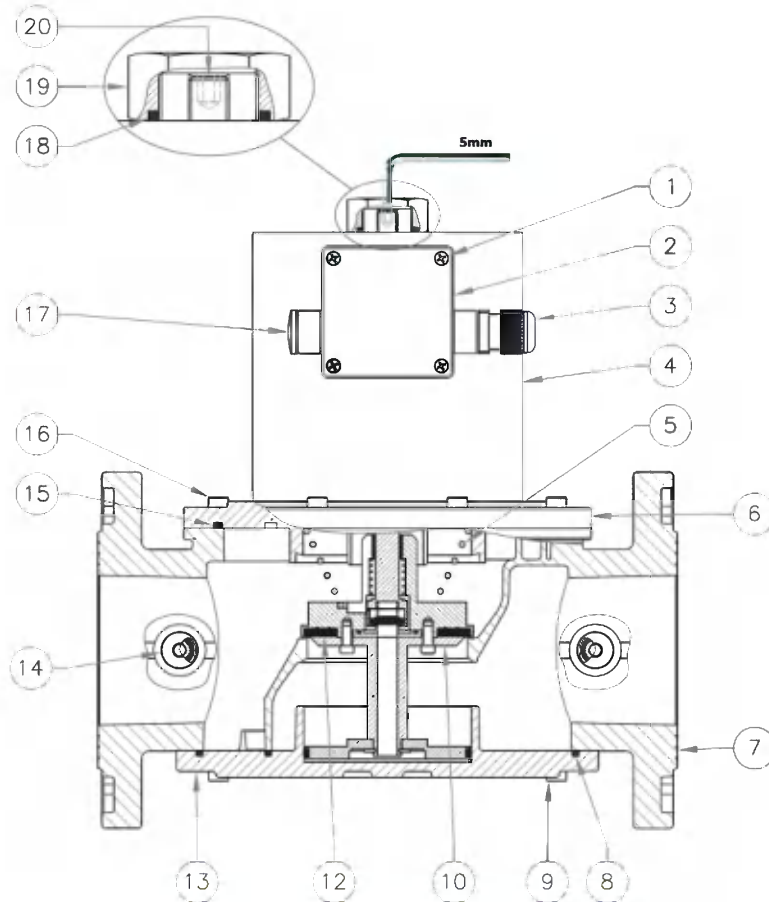

Рис. 6
6.2 ПІДКЛЮЧЕННЯ ІНДИКАТОРА ЗАКРИТОГО ПОЛОЖЕННЯ ТА КАЛІБРУВАННЯ (Рис. 6 та Рис. 7)